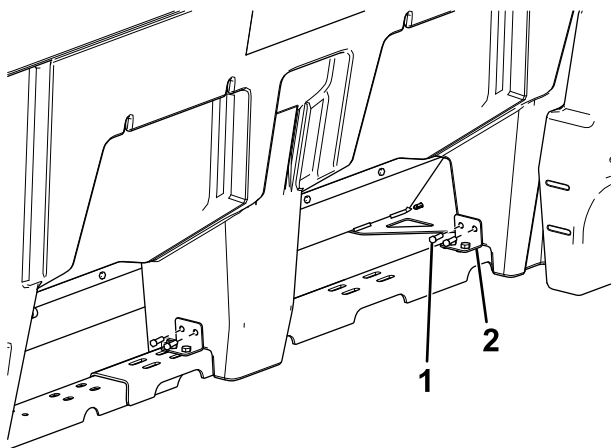

Figure 7
15. Poussez les supports en L contre les pieds de l'épandeur et fixez-les légèrement sur l'épandeur à l'aide de 2 tire-fonds (5/16 po) sur chaque support (Figure 7).